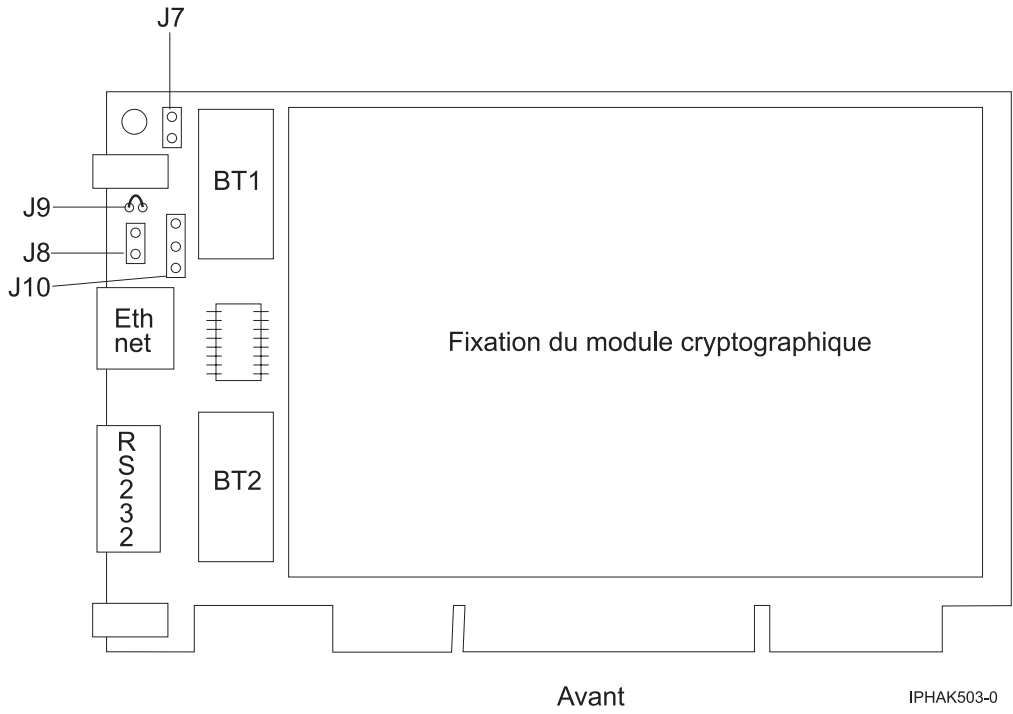

Figure 8. Recto de la carte
6. Insérez l'une des nouvelles batteries dans le bloc de batteries fourni avec le kit. Alignez le + de la batterie avec le + du bloc de batteries (l'extrémité avec le câble rouge). Connectez les câbles du bloc au connecteur J10 situé près du port série RS-232, comme illustré dans la figure 8, à la page 48. Le connecteur est polarisé pour garantir un branchement correct.